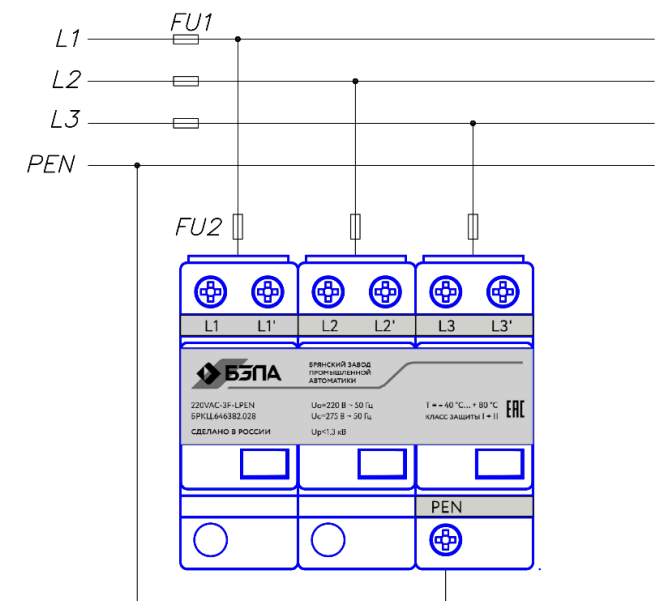

Рисунок 6 – Подключение УЗПИ по параллельной схеме
1.5.4 Подключение УЗПИ по параллельной схеме показано на рис. 6. Защитные предохранители FU1 устанавливаются на вводе в электроустановку. Номиналы защитных предохранителей FU2 = 315 А gG, устанавливаются при FU1 > 315 А gG